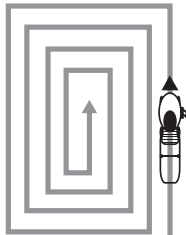

Рис. 17. Схема движения при работе в режиме бокового выброса травы
6. При косении больших участков (более 500 м²), для снижения трудозатрат, рекомендуется использовать боковой или задний выброс травы (см. раздел ПОДГОТОВКА К РАБОТЕ). При работе в режиме бокового выброса травы рекомендуется двигаться так, чтобы трава выбрасывалась на уже скошенный участок (Рис. 17).